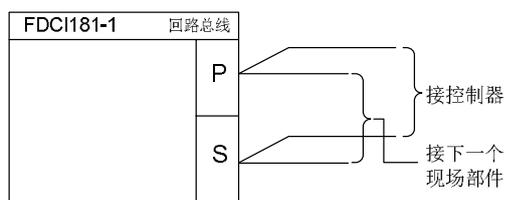
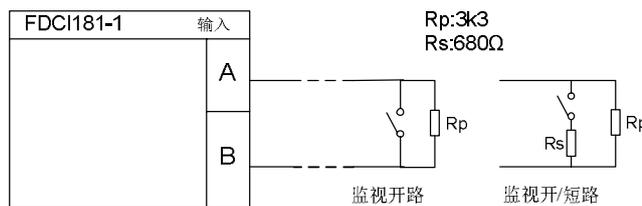

图 5
图 6
监视输入线路的“开路”或者“开路及短路”故障。为实现上述功能，须在输入线路上正确连接终端电阻（如图6）。当输入线路发生短路时，向控制器发出故障信号。输入信号应无源信号。
1. 按图 5、图 6 所示将电缆连接到端子上。